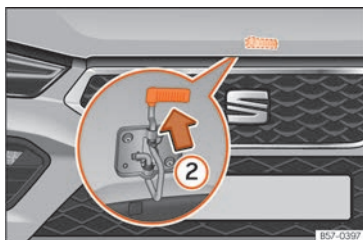

Fig. 208 Came baixo o capou.
- Para levantar o capô faça pressão para cima sobre a alavanca situada debaixo do capô »» Fig. 208 ②. O gancho de fixação fica desbloqueado.